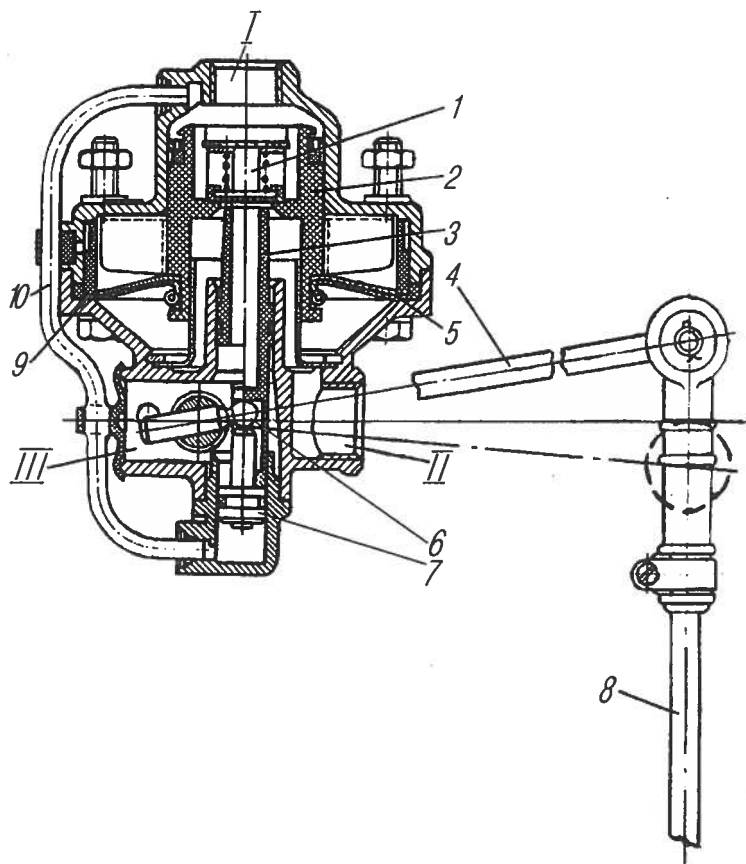
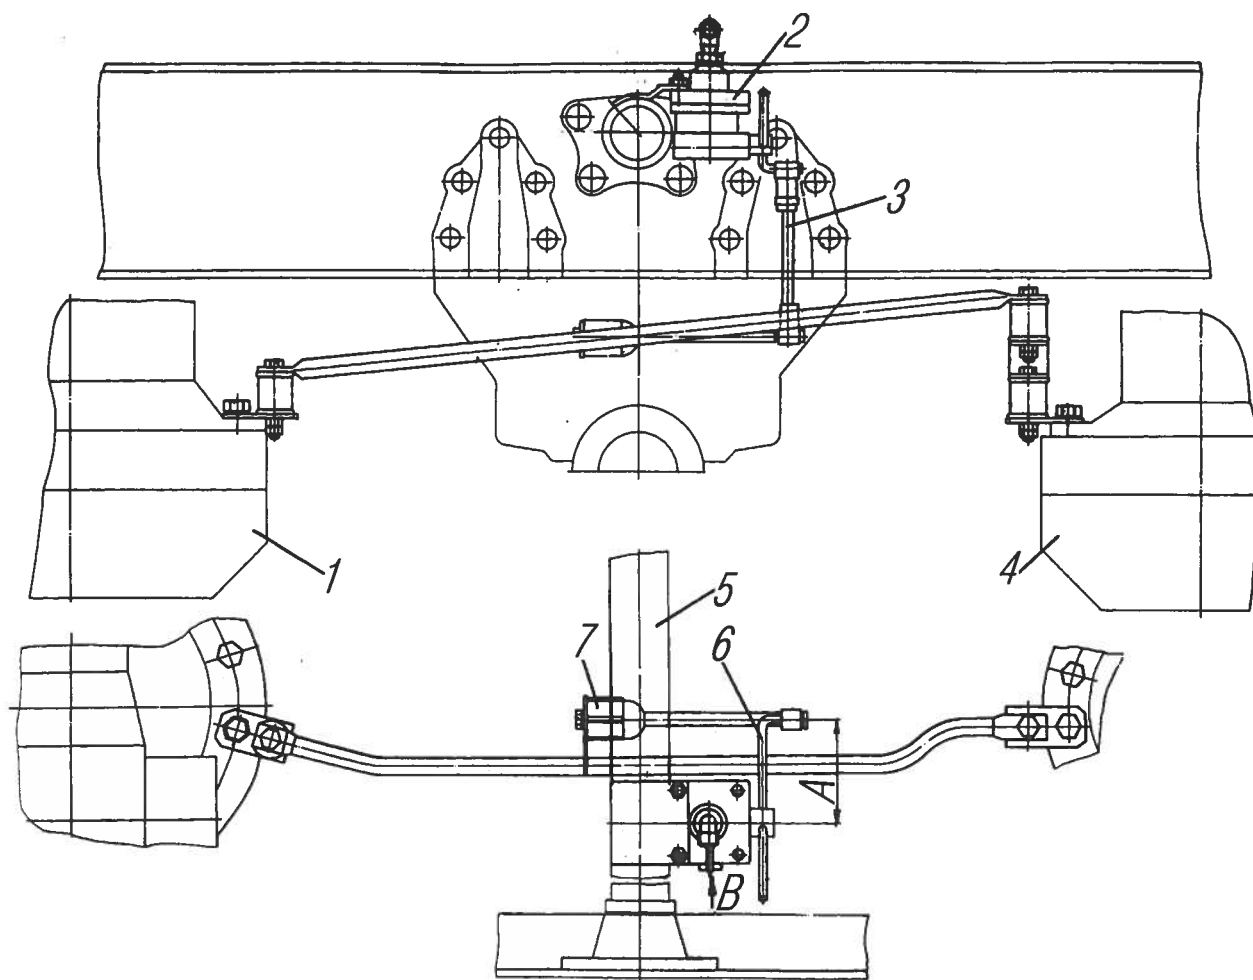

Рис. 73. Регулятор тормозных сил:
Рис. 74. Установка регулятора тормозных сил:
**Регулятор тормозных сил** (рис. 73) установлен на пятой поперечине рамы (рис. 74) и механически связан с мостами задней тележки. Регулятор тормозных сил (РТС) автоматически регулирует давление сжатого воздуха, подводимого к исполнительным механизмам задней тележки (пневмоусилитель задней тележки) в зависимости от осевой нагрузки.
Для регулировки регулятора тормозных сил на порожнем автомобиле довести давление воздуха в пневмосистеме до 0,6 МПа (6 кгс/см2) при нажатой педали тормоза (по манометру в кабине) и, изменяя длину вертикальной тяги 8 (см.рис. 73) путем перемещения на ней соединительной муфты, установить расчетное давление на выходе из регулятора тормозных сил по табличке РТС (см.рис. 9) в зависимости от загрузки автомобиля.
Проверять стабильность создаваемого регулятором тормозных сил давления путем трехкратного заполнения и выпуска воздуха из пневмосистемы, после чего затянуть хомуты на соединительной муфте. Тяга 8 (см.рис. 73), соединяющая рычаг регулятора с упругим элементом, должна быть установлена вертикально.